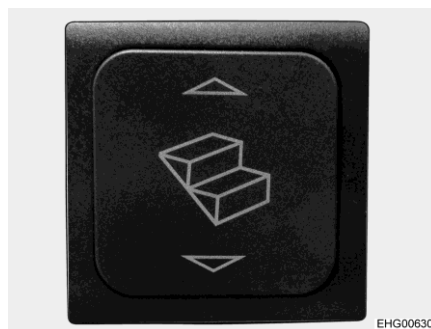

Bild 3 Vippkontakt fotsteg
- Köra ut:* ■ Tryck nedtill på vippkontakten (Bild 3) tills fotsteget har körts ut helt.
- Köra in:* ■ Tryck upptill på vippkontakten (Bild 3) tills fotsteget har körts in helt.